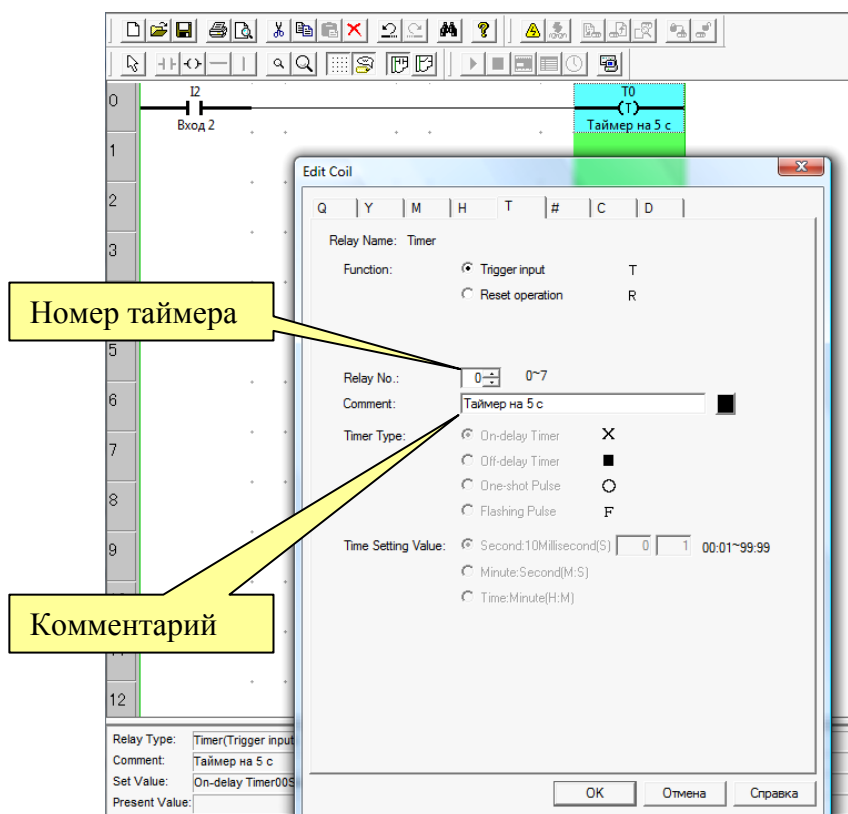

Рисунок 12 – Окно редактирования управляющего входа таймера
Для создания в цепи таймера необходимо открыть окно редактирования обмотки **Edit Coil**. Это может сделано, например, щелчком правой кнопки мыши по правой части (зеленого цвета) рабочей области (рисунок 5), а затем - в открывшемся меню щелчком левой кнопки мыши по строке **Edit (E)**. Выбирается вкладка **T**, в которой редактируется управляющий вход таймера (рисунок 12).